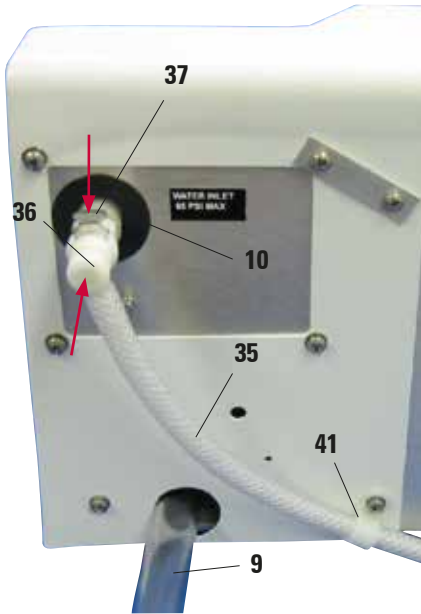

Bild 21
- Dra avloppsslangen (9) till en lämplig insamlings- eller avloppsbehållare. Se till att slangen inte är vikt och att vattnet kan tömmas fritt nedåt.
- Anslut sedan vattentillförseln (35) till infärgaren.
- För att göra detta trycker du in anslutningen (36) i mynningen (10) på instrumentet tills den klickar på plats. För att lossa slangen trycker du på plattan (37) och drar anslutningen bakåt.
- Fäst slangen vid enheten med hjälp av klämman (37) på den plats som visas på bild 21.